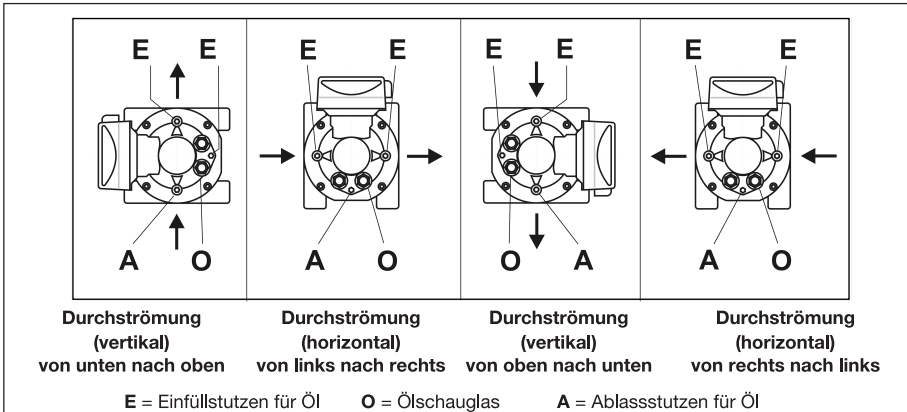

Bild 7: Zulässige Gebrauchslagen, Ölfüllung und Ölstandsanzeige **Typ RVG**
- Es stehen drei Öleinfüll- bzw. -ablassöffnungen und zwei Ölschaugläser an der Vorder- und (optional) an der Rückseite des Zählers zur Verfügung (Bild 7).
- Drehen Sie die Einlassschraube (E, Bild 7) im vorderen Gehäusedeckel heraus.
- Entfernen Sie eine Einlassschraube (E) im hinteren Gehäusedeckel, dadurch kann das Öl besser in die hintere Ölkammer fließen.